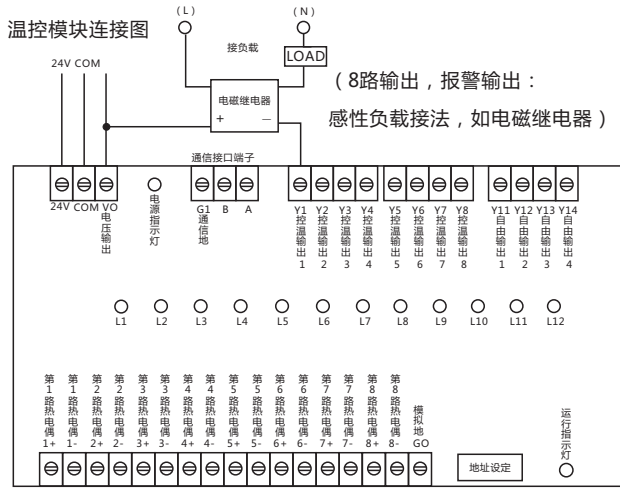

图3温控模块接线，输出接感性负载
- 3、连接电阻性负载（例如固态继电器）时可按图2图3接线。
- 4、连接电感性负载（例如电磁继电器）时按图3接线，该接法会接通模块内的续流二极管。